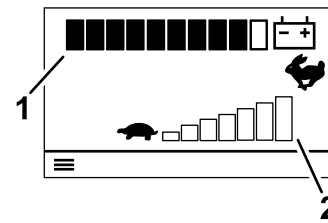

Figura 24
- **Ecran cu informații principale (Figura 24):** afișează informațiile curente ale mașinii în timp ce cheia se află în poziția PORNIT.